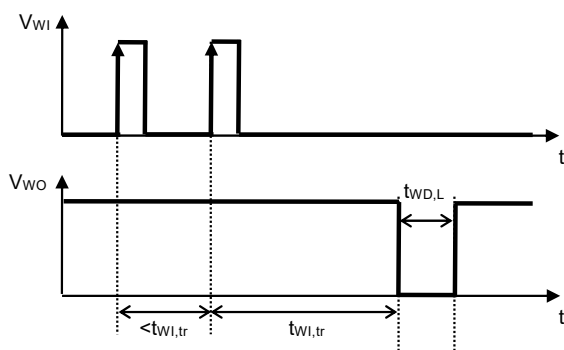

图10 看门狗触发时间
- *1. 看门狗定时器进行超时或双脉冲检测后，WO端子保持 "L" 的时间 (参阅图10)。此值可以通过 C_{DLY} 的电容值进行更改。
- *2. 从看门狗定时器开始进行触发信号检测后，到检测出超时，并且WO端子输出变化为 "L" 为止的时间 (参阅图10)。此值可以通过 C_{DLY} 的电容值进行更改。